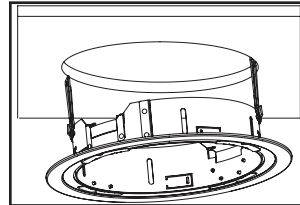

Figure 29.
3. Utilisez l'ouverture du plafond/boîtier pour maintenir les ressorts de fixation à l'étape 2 à la verticale. Poussez les 2 autres ressorts de fixation à la verticale, puis insérez-les dans le plafond (Figure 29).